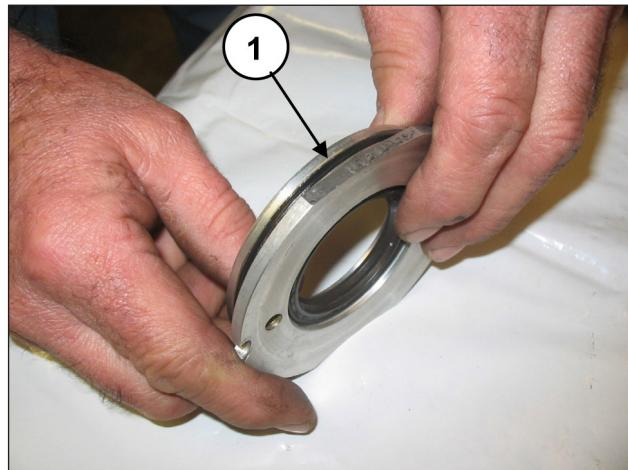
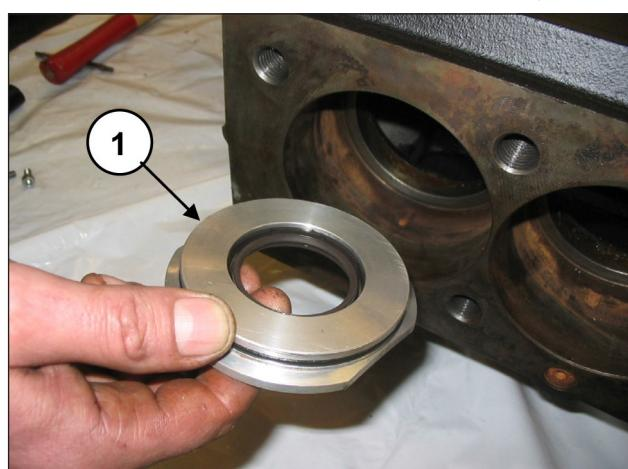

图 175
图 176
将O形圈（位置①，图 175）定位在油封盖底座中，将已安装的组件插入泵壳的专用底座（位置①，图 176）中。